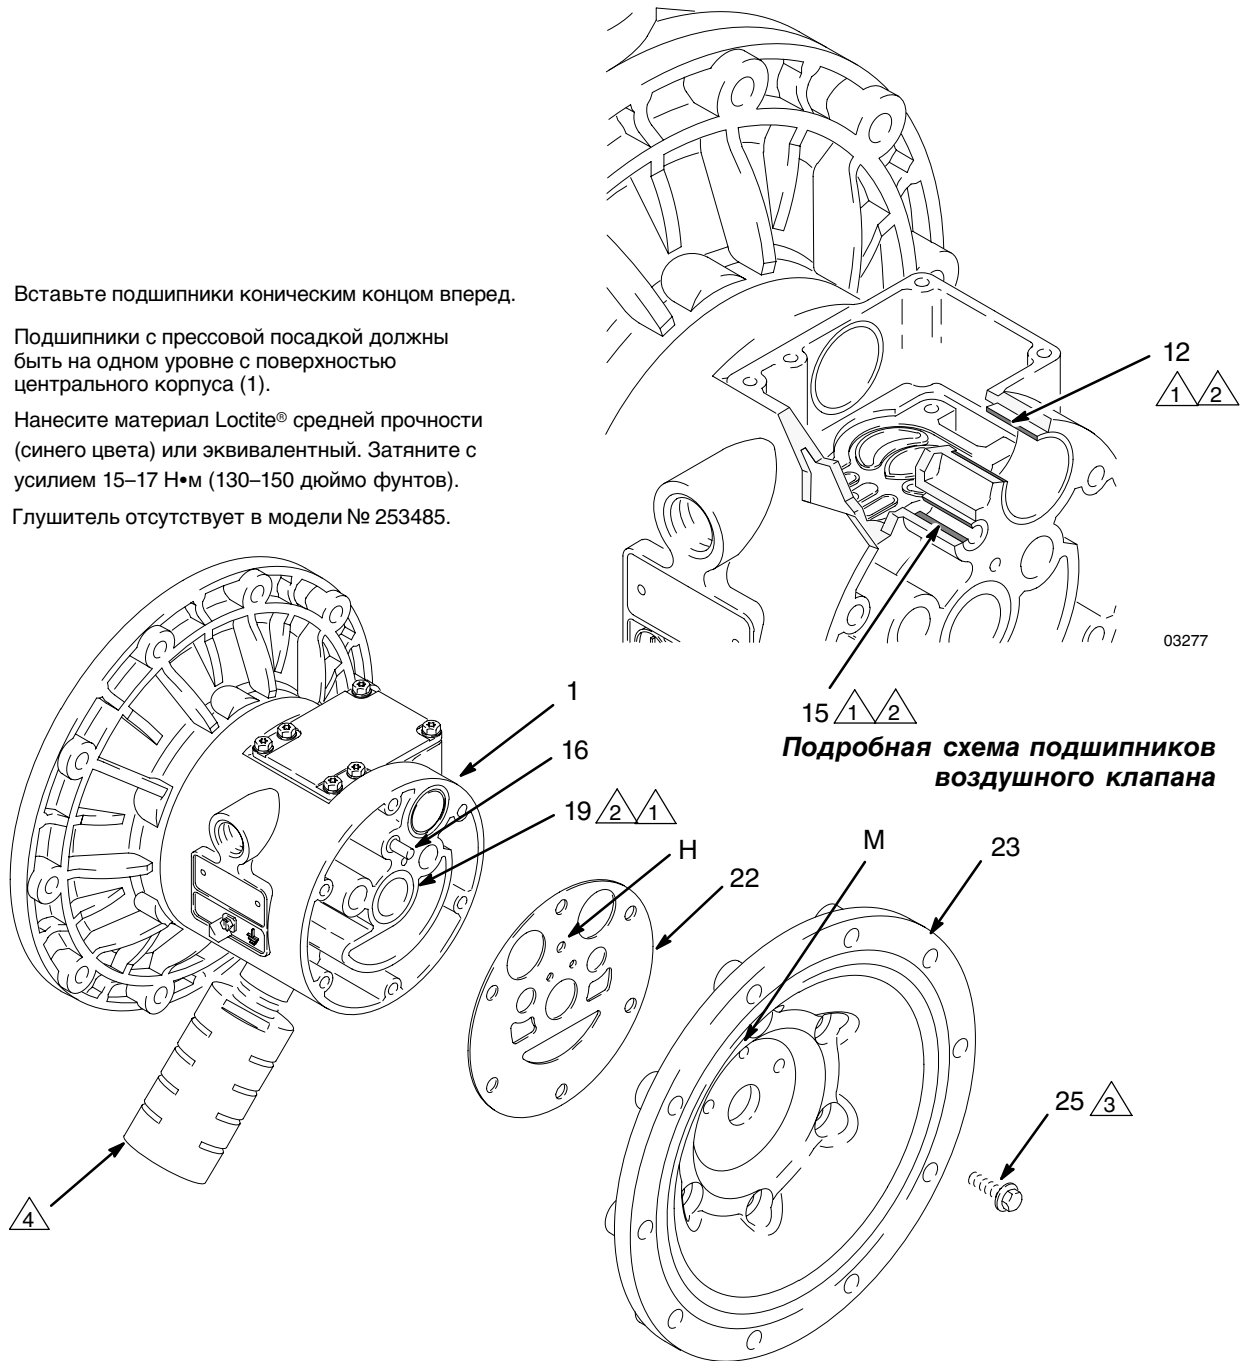

Рис. 13
- ПРИМЕЧАНИЕ.** Если необходимо снять только подшипник (19) вала мембраны, пропустите действие 4.
5. С помощью торцевого ключа на 10 мм выкрутите винты (25), крепящие крышки (23) воздушной секции к центральному корпусу (1). См. рис. 13.
6. Извлеките прокладки (22) крышки воздушной секции. Всегда заменяйте прокладки новыми.
7. С помощью съемника подшипников снимите подшипники (19) вала мембраны, подшипники (12) воздушного клапана или подшипники (15) направляющих штифтов. Не снимайте неповрежденные подшипники.
1. Если уплотнения П-образного сечения (402*) вала были извлечены, установите их на место так, чтобы их кромки были обращены из корпуса (1) **наружу**.
2. Подшипники (12, 15 и 19) имеют коническую форму, поэтому установить их можно только одним способом. Вставьте подшипники в центральный корпус (1) **коническими концами вперед**. Используя пресс или блок с резиновым молотком, установите подшипник с прессовой посадкой так, чтобы он был на одном уровне с поверхностью центрального корпуса.
4. Выровняйте новую прокладку (22) крышки воздушной секции так, чтобы направляющий штифт (16), выступающий из центрального корпуса (1), прошел через соответствующее отверстие (Н) в прокладке.
5. Выровняйте крышку (23) воздушной секции так, чтобы направляющий штифт (16) попал в среднее отверстие (М) из трех небольших отверстий, расположенных у центра крышки. Нанесите материал Loctite® средней прочности (синего цвета) или эквивалентный на резьбу винтов (25), установите винты и затяните их вручную. См. рис. 13. Используя торцевой ключ на 10 мм, затяните винты равномерно на одинаковой высоте друг напротив друга с усилием 15–17 Н•м (130–150 дюймо фунтов).